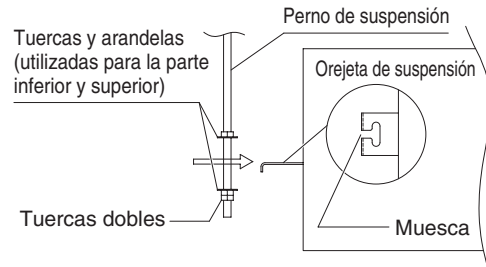

Fig. 3-10
- (3) Enrosque las 3 tuercas hexagonales y las 2 arandelas (no incluidas) en cada uno de los 4 pernos de suspensión como se muestra en las Fig. 3-10 y 3-11. Emplee 1 tuerca y 1 arandela para el lado superior y 2 tuercas y 1 arandela para el lado inferior, de modo que la unidad no se caiga de las orejetas de suspensión.